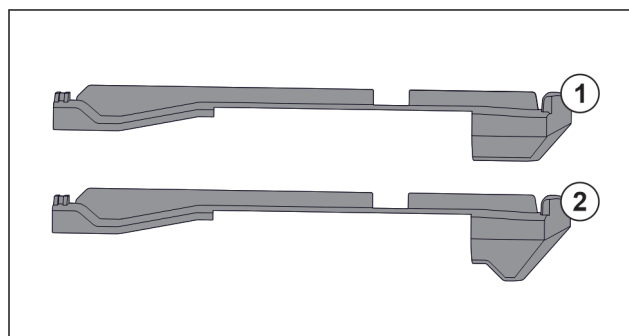

Fig. 62 Sammenligning af påsætningsdelene
I apparatet er der to forskellige påsætningsdele. Påsætningsdelen over den nederste skuffe Fig. 62 (2) har en trekantet kant. Alle andre påsætningsdele Fig. 62 (1) har en lige kant.
- Anbring påsætningsdelen Fig. 62 (2) med den trekantede kant over den nederste skuffe.
- Anbring påsætningsdelen Fig. 62 (1) med den lige kant på alle andre steder.